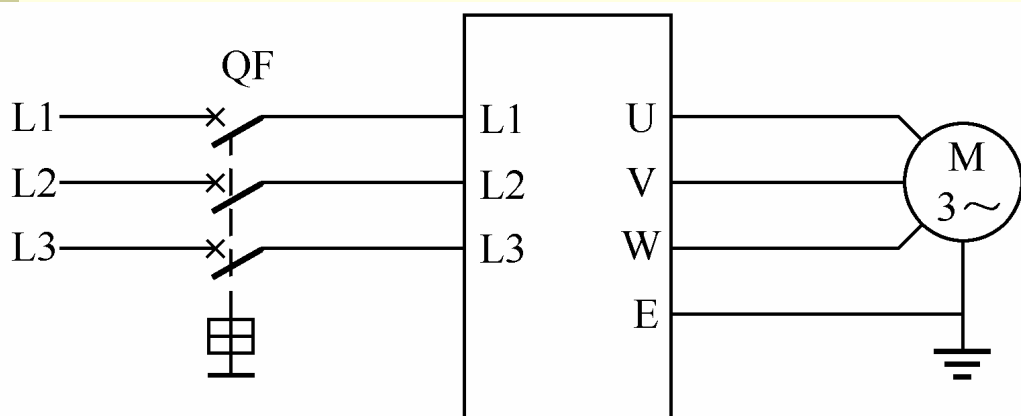

图9.14 变频器面板操作运行基本接线图
操作内容为：恢复出厂设定值；由面板【▲】、【▼】键设定输出频率；由面板按键完成正转、反转、停止控制。控制电路基本接线图如图9.14所示。
(1) 按图9.14接线，检查无误后接通电源。
(2) 恢复变频器出厂设定值。有关出厂设定值如下。